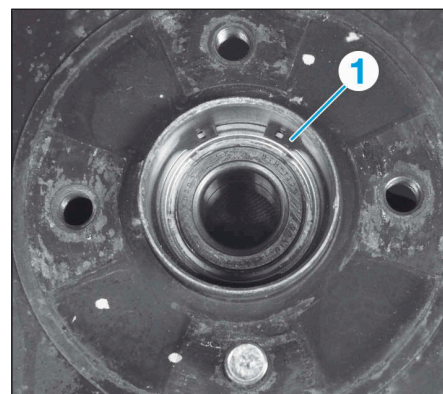

FIG.31
- Déposer le circlip (1) maintenant le roulement (Fig.31).